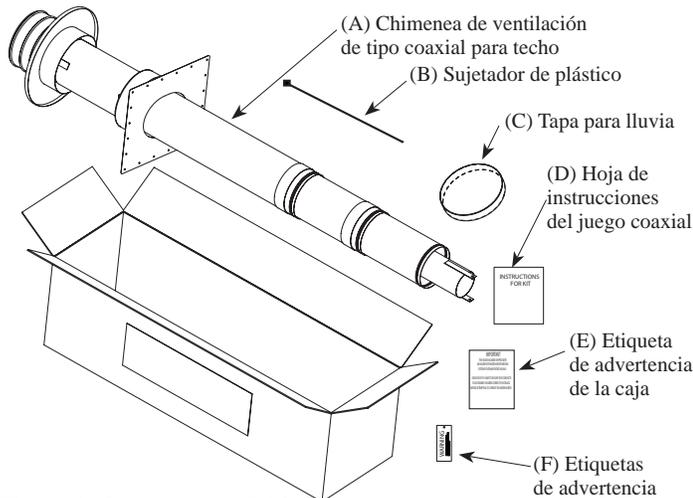

Figura 1: Componentes del juego
1 Inspección el envío. Inspeccione el contenido del juego en busca de posibles daños. Verifique la cantidad de componentes del juego. El juego incluye: (A) 1 chimenea de ventilación de tipo coaxial para techo; (B) 3 uniones de cierre de plástico; (C) 1 tapa para lluvia; (D) 1 hoja de instrucciones del juego coaxial; (E) 3 etiquetas de advertencia; y (F) 1 etiqueta de advertencia de la caja. Informe sobre cualquier insuficiencia a su distribuidor local o llame al 1-800-432-8373 para obtener una parte de repuesto (vea la figura 1).